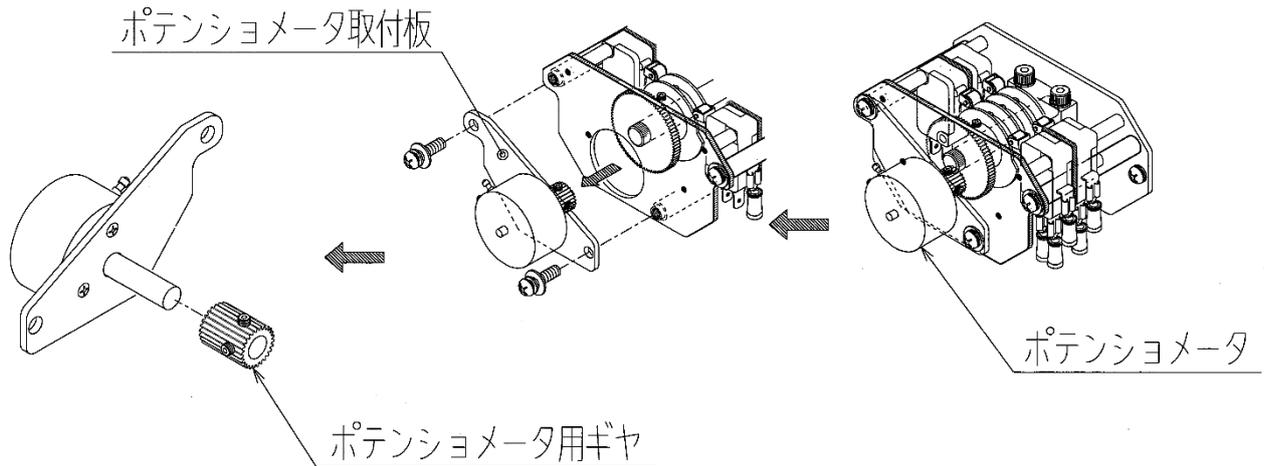
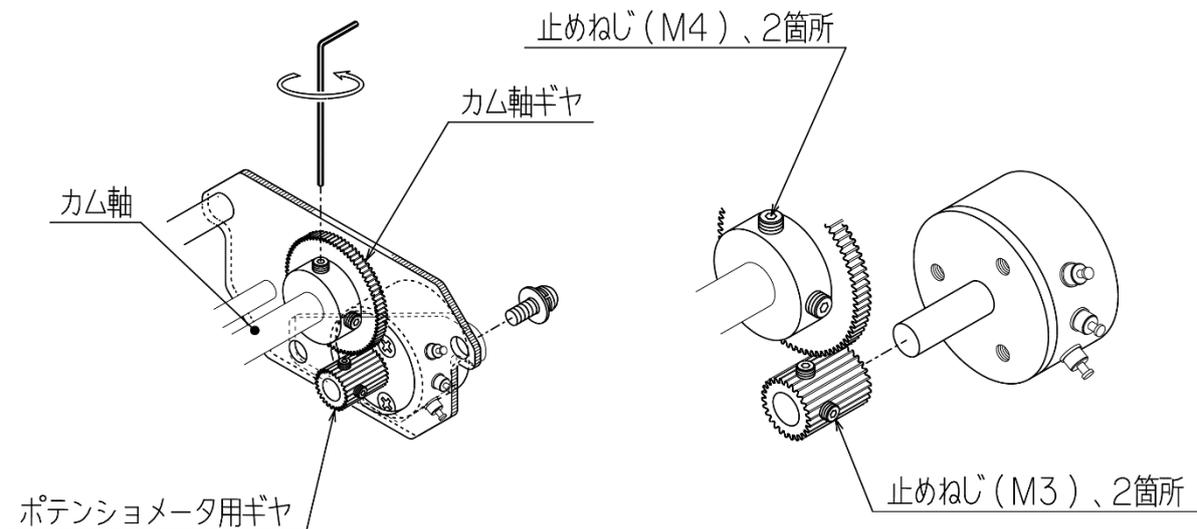

図10：ポテンシオメータの取り外し
図11：ポテンショメータの調整
(1) ポテンシオメータの交換要領（制御動作C形、巻線抵抗形ポテンシオメータ135Ωの場合）
- ①コントロールモータを電動動作で全閉位置とし電源を遮断します。
- ②コントロールモータのスイッチカバーを外します。
- ③端子箱カバーを外し、端子BM, RM, WMに接続されている外部配線を解線します。
- ④端子RM-WM間にテスタ（抵抗レンジ）をあて抵抗値を測定、記録します。
- ⑤ポテンシオメータ本体の3端子に接続されているリード線色と端子番号を記録します。
- ⑥ポテンシオメータの端子付近からリード線を切断します。
- ⑦ポテンシオメータ取付板を取り外します。（図10参照）
- ⑧ポテンシオメータに付いているギヤを外し、ポテンシオメータを取付板から取り外します。
- ⑨新しいポテンシオメータを取付板に取付け、⑧で取り外したギヤをポテンシオメータ軸に取付けます。（図11参照）
- ⑩リード線をポテンシオメータ端子にはんだ付けします。リード線は⑤で記録した内容通りに接続してください。又、端子へのはんだ付け作業は出来るだけ手早く行ってください。
- ⑪ポテンシオメータ取付板を本体に取付けます。この時、端子RM-WM間の抵抗値を測定し、おおよそ④で測定した数値に近い位置で組み付けると、後工程の調整作業がやり易くなります。尚、組み付けの際はギヤのかみ合い状態がきつくなりすぎないように注意してください。（若干のかみ合いガタがある程度が良い状態です）
- ③端子箱カバーを外し、端子BM、RM、WMに接続されている外部配線を解線します。
- ④カム軸ギヤを固定している止めねじ（M4六角穴付き）を2本とも緩めます。
- ⑤端子RM-WM間にテスタ（抵抗レンジ）をあて抵抗値を測定しながらカム軸ギヤを指で回し、抵抗値が約2Ωとなる位置でカム軸ギヤの止めねじを仮固定します。（図11参照）